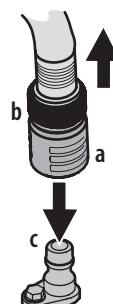

Figura 21
3. Tire del collarín de ajuste (a) del adaptador del pico (b) hacia atrás y empuje el adaptador del pico sobre el pico de lavado de la plataforma (c). Suelte el collarín de ajuste para tratar el adaptador del pico en el pico de lavado de la plataforma. Consulte la Figura 21.